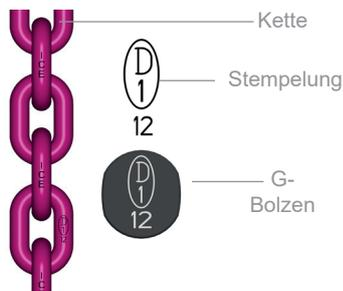

Abb. 1:
- Güteklasse des Bauteils (Abb. 1)
- Verwenden Sie bei ICE-Bauteilen nur den ovalen ICE-G-Bolzen (Abb. 1)